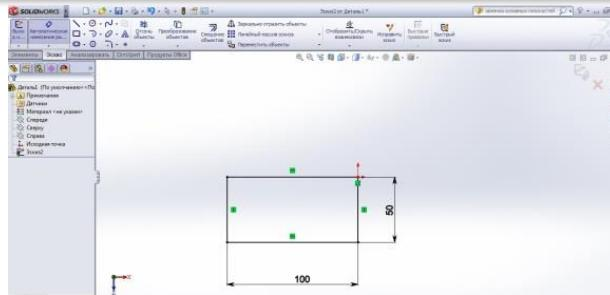

Рис. 3.2
3. Вибираємо площину ескіза для створення першої бобишки. Це - **Площина зверху** (рис. 3.2).
4. Далі командою **Прямоугольник** із базової точки, наближено, будуємо прямокутник і командаю **Автоматичне нанесення розмірів** наносимо потрібні розміри на ескіз (рис. 3.2), що робить його повністю визначеним.